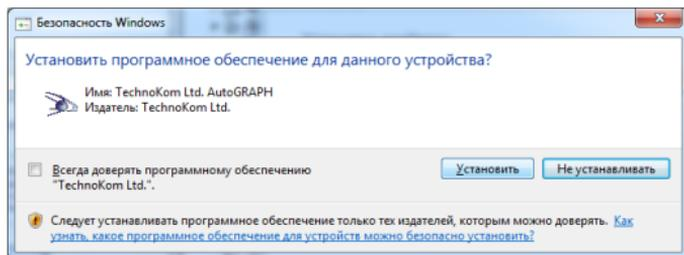

Рис. 3. Предупреждение системы.
**5.** В ответ на предупреждение системы нажмите кнопку «Установить» (рис.3).